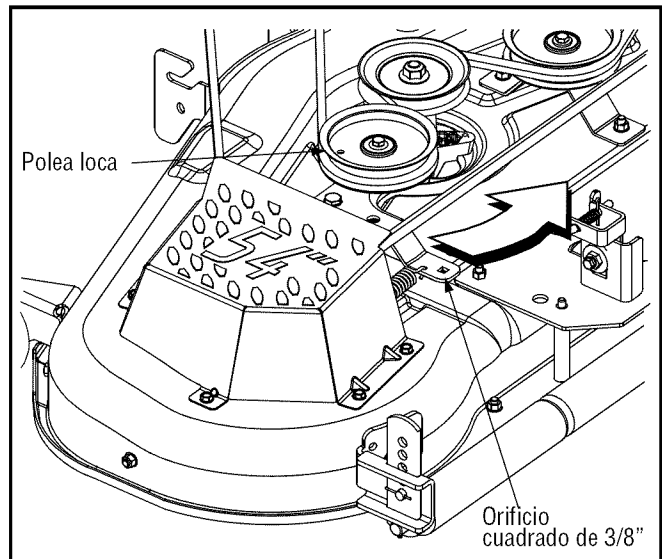

Figura 20
- Para facilitar el retiro de la correa en otros momentos, afloje, pero no saque, el perno que fija la polea loca pivotante a la ménsula intermedia. Vea la Figura 20.
- Inserte una llave de trinquete de 3/8" (configurada para *aflojar*) dentro del orificio cuadrado que se encuentra en la ménsula intermedia, del lado izquierdo de la superficie de la plataforma. Vea la Figura 20.